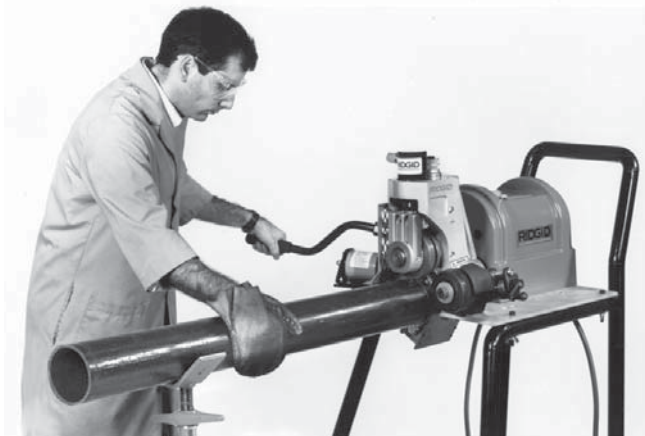

Рисунок 9 – Накатка желобков при легком надавливании по направлению к оператору
2. Во избежание «ухода» трубы, надавливайте на внешнюю часть трубы правой рукой (рисунок 9).
2. При накатке прикладывайте давление к трубе по направлению к оператору (рисунок 9).